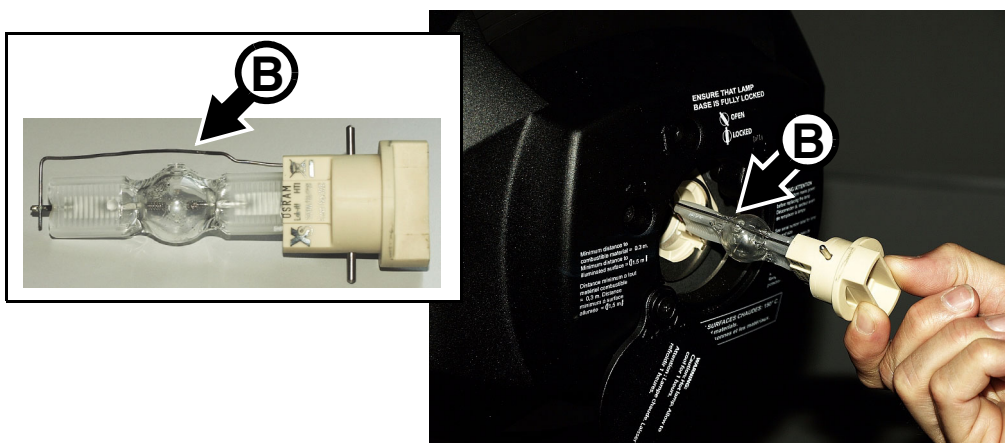

Figure 10: Retrait / montage de la lampe
4. Voir Figure 10. Attrapez la lampe par sa douille céramique, tournez-la de 45° dans le sens anti horaire pour la libérer. Retirez délicatement la lampe du projecteur.
5. Voir Figure 10. Maintenez la lampe de rechange de façon à ce que le fil **B** soit tourné vers le haut de la tête (vers les vis de réglage **C** et **D**) et alignez les contacts de la lampe avec les encoches de la douille. Glissez la lampe dans le projecteur jusqu'à ce que les contacts soit insérés complètement puis tournez la lampe à 45° dans le sens horaire jusqu'à un 'clic' distinct. La lampe est ajustée au support et essayer d'amorcer une lampe mal montée peut entraîner des dommages qui ne seront pas couverts par la garantie. Il est donc important de s'assurer du verrouillage de la lampe.